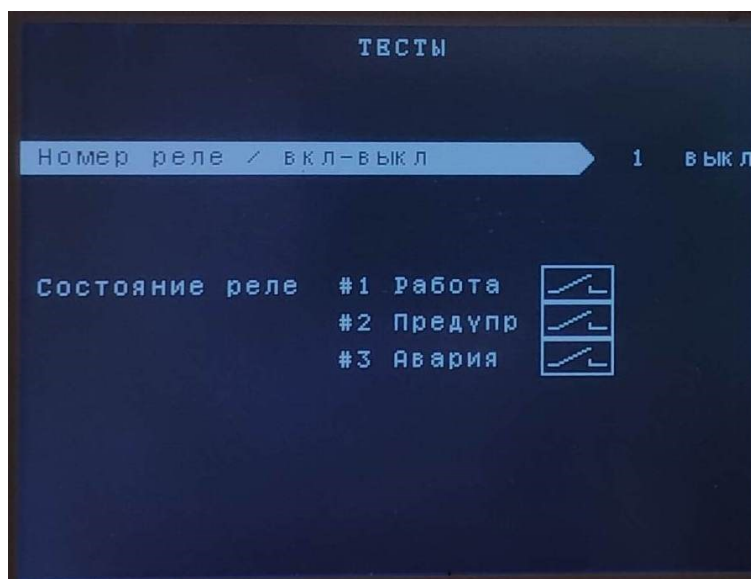

Рисунок 22 – Подраздел «Реле сигнализации»
3.1. «Реле сигнализации» - подраздел предназначен для тестового включения/выключения реле сигнализации МС (см. рисунок 22).